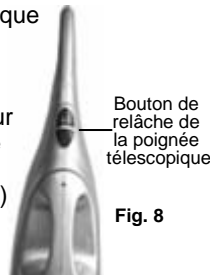

Fig. 8
1. Pour déployer la poignée, appuyez sur le bouton de relâche de la poignée télescopique. (Fig. 8)